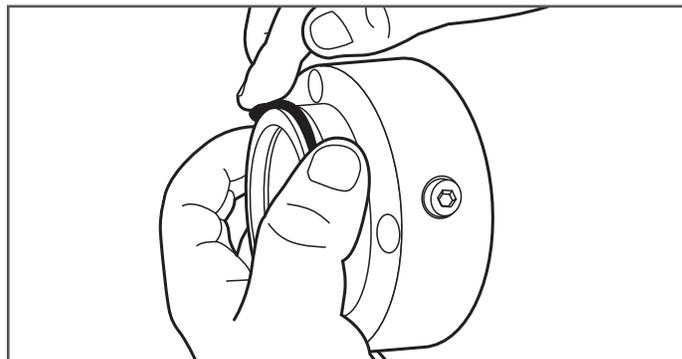

Figura 9-3
3. Quite la junta tórica externa de la sección media del acoplamiento de DoubleTrac®. Inspeccione la junta tórica para detectar cualquier rotura, rajadura o defecto visible. Reemplace la junta tórica de hacer falta. (Figura 9-3).